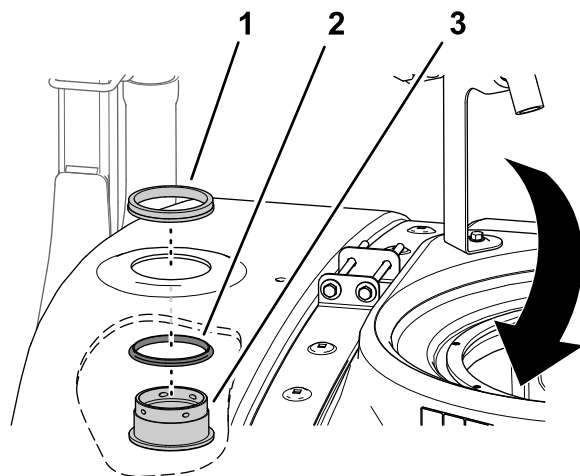

Figura 27
1. Montate la guarnizione sul raccordo del diaframma (Figura 27).
2. Montate il raccordo del diaframma e la guarnizione attraverso il foro che avete creato in Foratura del serbatoio \(pagina 14\), dall'interno del serbatoio (Figura 27).
3. Fissate il diaframma al serbatoio con l'anello di bloccaggio (Figura 27).